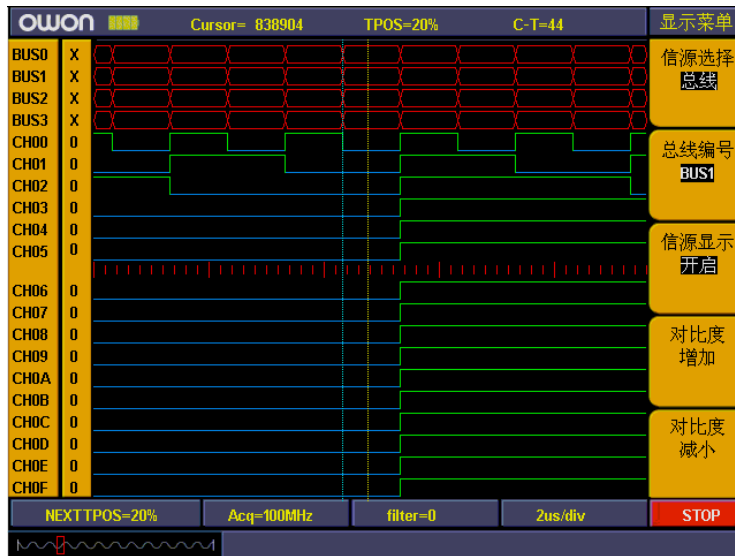

图14: 总线开启和关闭设置
- 7、按“F3”键，把信源显示设置为“关闭”。重复6、7的操作，把总线BUS1、BUS2、BUS3也设置为“关闭”。见图14。